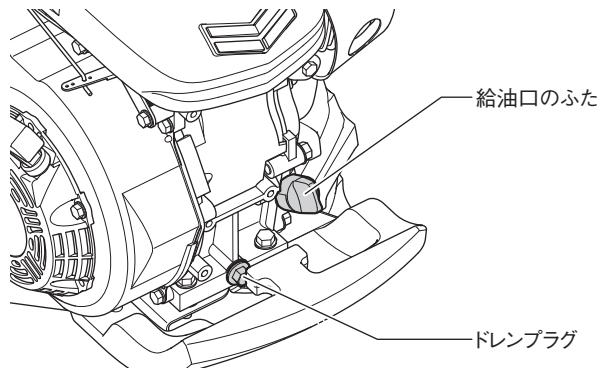

図 4-16 交換のしかた
- ドレンプラグを工具(12 mm)で外します。古いエンジンオイルが流れ出できます。(図 4-16)